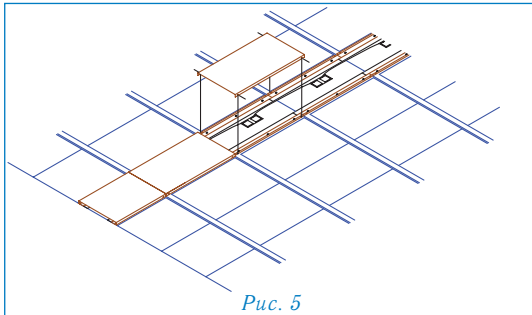

Рис. 5
Установка крышки-клип (рис. 5)
- далее зафиксируйте крышки с помощью крепежных винтов (рис.5).